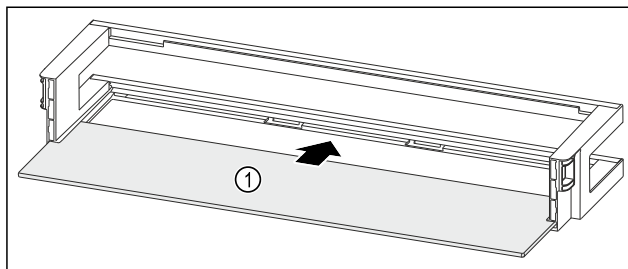

Fig. 117 Deurrek met draagplateau
- Draagplateau Fig. 117 (1) in de zijdelingse inkepingen schuiven.